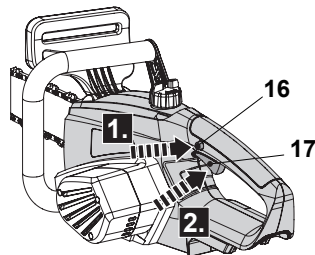

Fig. 19
1. Pulse el botón de bloqueo (16) y manténgalo en su posición (Fig. 19, paso 1).
2. Pulse el interruptor de encendido/apagado (17) para encender el producto (Fig. 19, paso 2).
4. Suelte el interruptor de on/off (17) para apagar el producto.